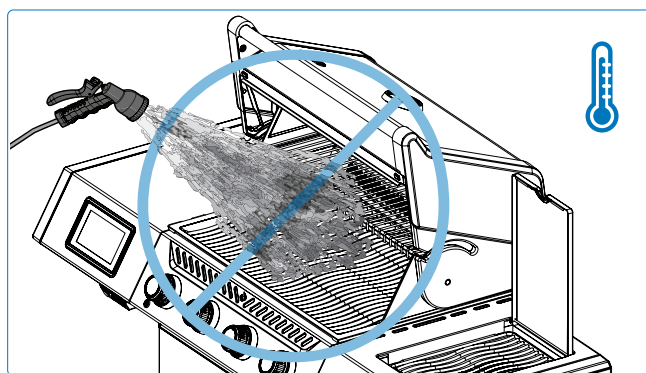

Fig. 16
1. Ne jamais éteindre une flamme ou contrôler les flambées avec de l'eau (**Fig. 16**).